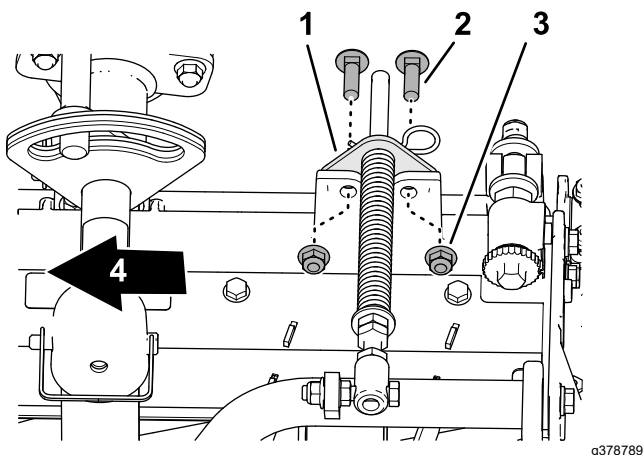

Figura 21
5. Alinhe os orifícios do suporte de compensação do gramado aos orifícios na estrutura da unidade de corte (Figura 21).